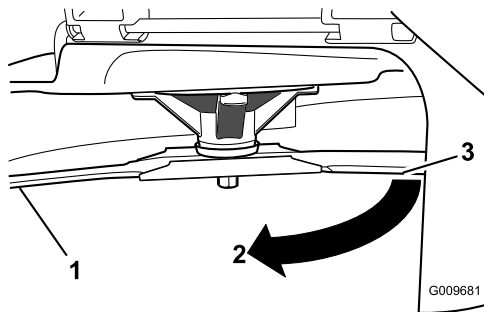

Figura 47
- Distancia medida entre la cuchilla y la superficie (A)
- Gire la misma cuchilla 180 grados de manera que el otro extremo esté en la misma posición (Figura 47).